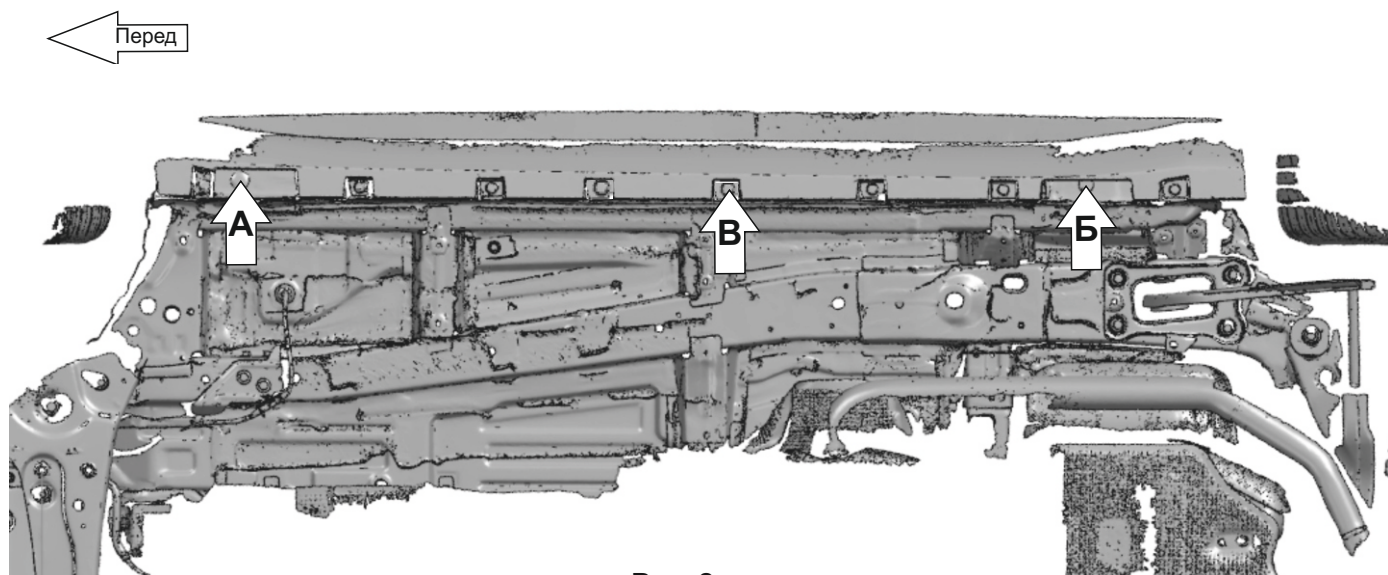

Рис. 2
1. Извлечь резиновые заглушки в позициях (А),(Б) и клипсу в позиции (В) (Рис.2).